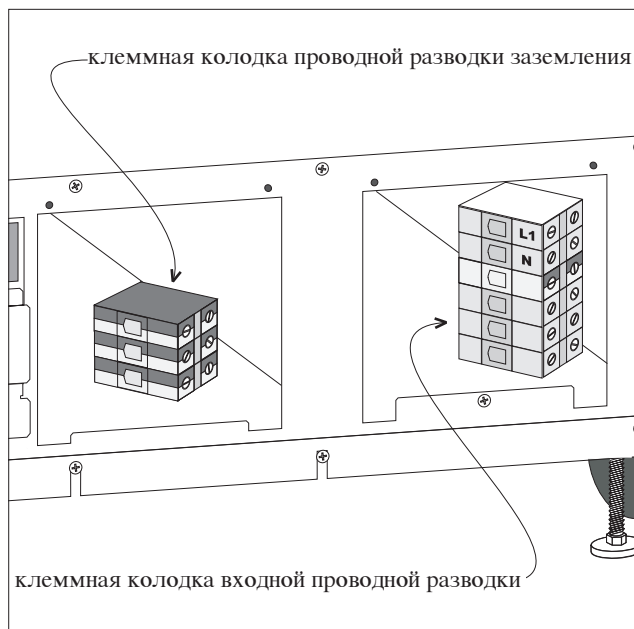

Рис. 4-2 Клеммные колодки проводной разводки заземления и входной проводной разводки
5. Найдите местоположение клеммной колодки заземления и клеммной колодки входной проводной разводки. См. рис. 4-2.